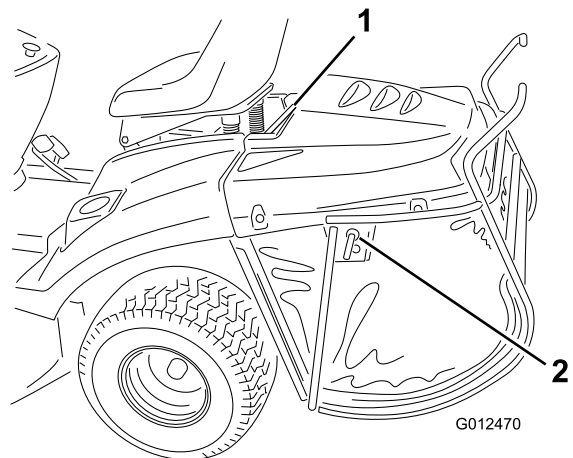

Figure 15
- Si la goupille de verrouillage est en position verrouillée, déverrouillez-la (Figure 15).